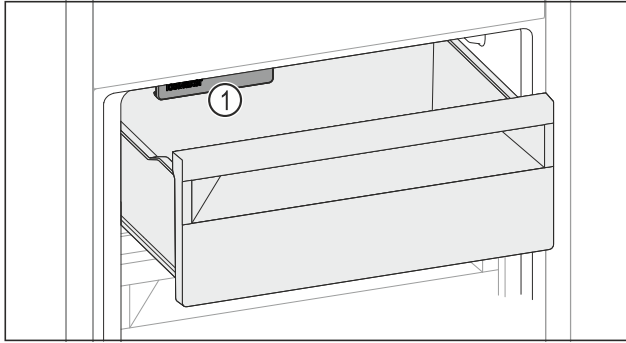

Fig. 147
- Gıdaları çekmeceye yerleştirin. Gıdaları sol taraftaki çekmeceye yerleştirdiğinizde: IceMaker Fig. 147 (1) modunu dikkate alın.